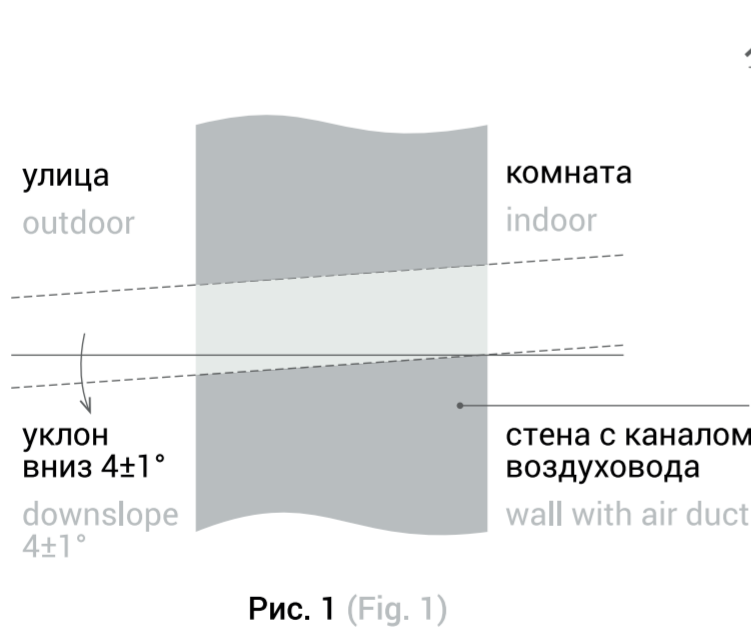

Рис. 1 (Fig. 1)
- Пробурите канал воздуховода согласно разметке и рис. 1. **ВАЖНО:** канал должен иметь уклон 4 ± 1° вниз, чтобы вода не могла попасть в помещение или внутрь прибора. При бурении используйте промышленный пылесос с водосборным кольцом для исключения загрязнения отделки помещения буровым раствором.
- Drill the air duct according to the markings and Fig. 1. **IMPORTANT!** The air duct must have a downward slope of 4 ± 1° so water cannot get into the room or device. When drilling, use a wet/dry vacuum cleaner to keep drilling fluid off the interior finish.